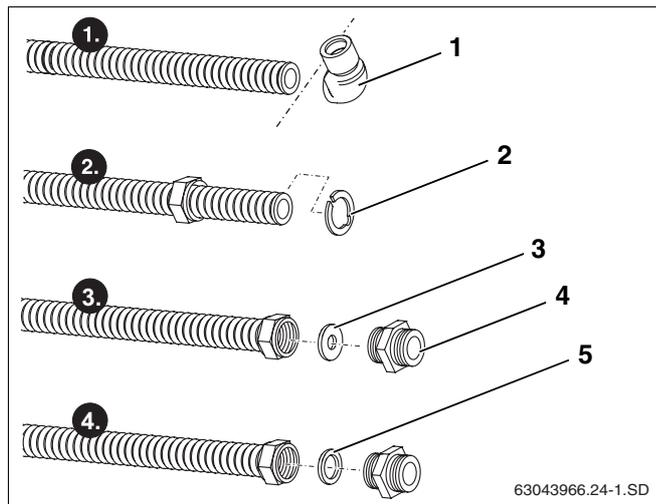

Рис. 57 Подготовка соединительной трубы
- Отделить от соединительной трубы уголок (рис. 57, поз. 1) труборезом.
- Уложить сзади первой волны зажимную шайбу (рис. 57, поз. 2) и сжать. Она должна равномерно прилегать к буртику накидной гайки.
- Уложить шайбу (рис. 57, поз. 3) в накидную гайку на срез трубы.
- Завернуть двойной ниппель (рис. 57, поз. 4) в накидную гайку, чтобы получилась плоская уплотняющая поверхность на соединительной трубе.
- Уложить уплотнение (рис. 57, поз. 5) и закрутить двойной ниппель.